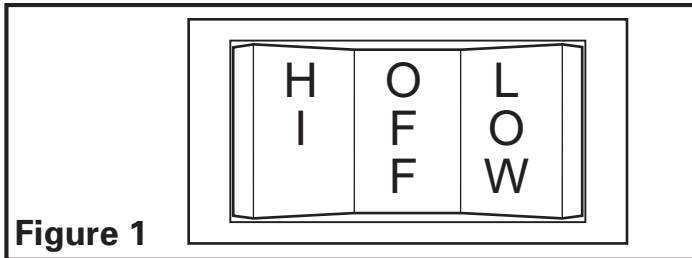

Figure 1
2. Plug cord into a properly grounded three-prong 120 V outlet and select the desired speed setting from the control switch located on the side of the fan (**Figure 1**).
2. Branchez le ventilateur dans une prise à trois branches sélectionnez la vitesse requise sur le control situé sur le coté de l'appareil (**Figure 1**).